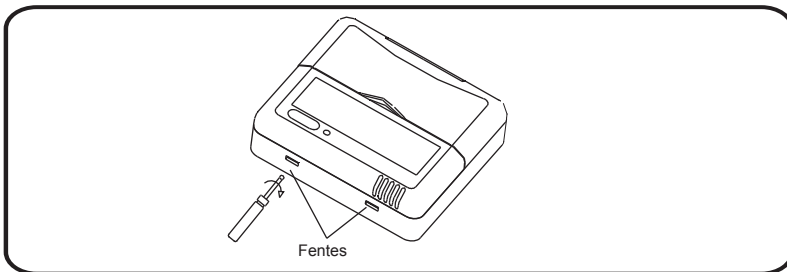

Figure 2. Retrait du couvercle de la plaque murale
2. Retirer le couvercle de la plaque murale avec un tournevis plat. Voir figure 2.